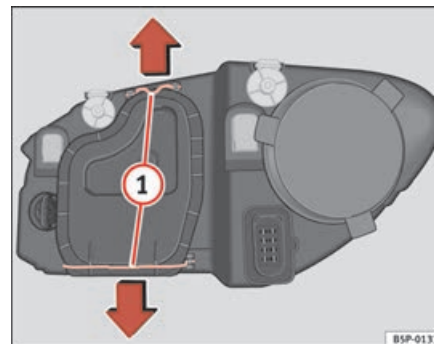

Fig. 188 Médios
- Desloque os tirantes ⇒ página 266, fig. 188 ① no sentido da seta e puxe a tampa.